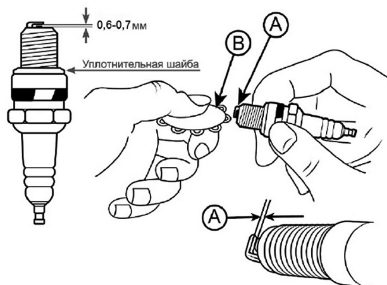

Рис. 32. Проверка зазора между электродами
7. Проверить зазор между электродами и, если необходимо, отрегулировать, его значение должно быть в диапазоне 0,6-0,7 мм (Рис. 32).